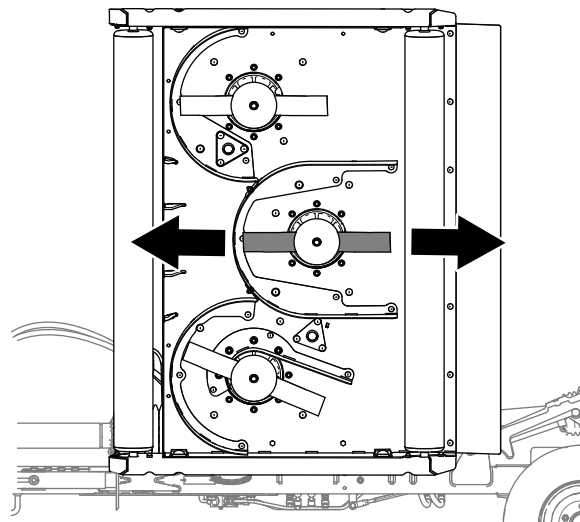

Рисунок 72
1. На каждой деке газонокосилки, на которой вы настраиваете угол наклона, выровняйте нож средней деки, показанный на Рисунок 72.